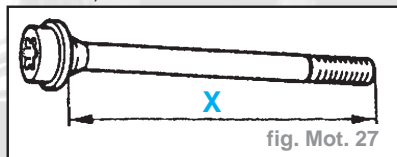

fig. Mot. 27
- (X) doit être inférieur à **171,5 mm** (XU7JB) ou à **122 mm** (XU10J2C) (fig. Mot. 27).